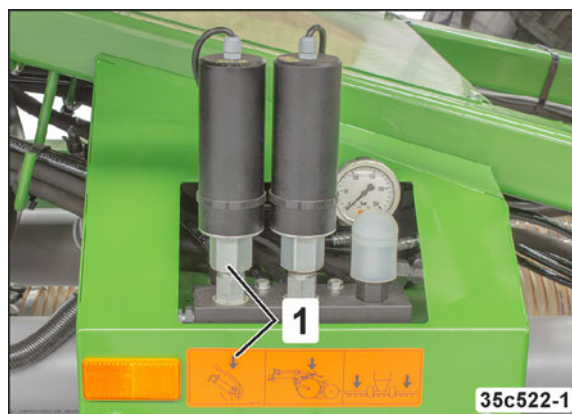

Fig. 112
- un servomoteur (Fig. 112/1, option) commandé par l'AMATRON 3 depuis la cabine du tracteur.